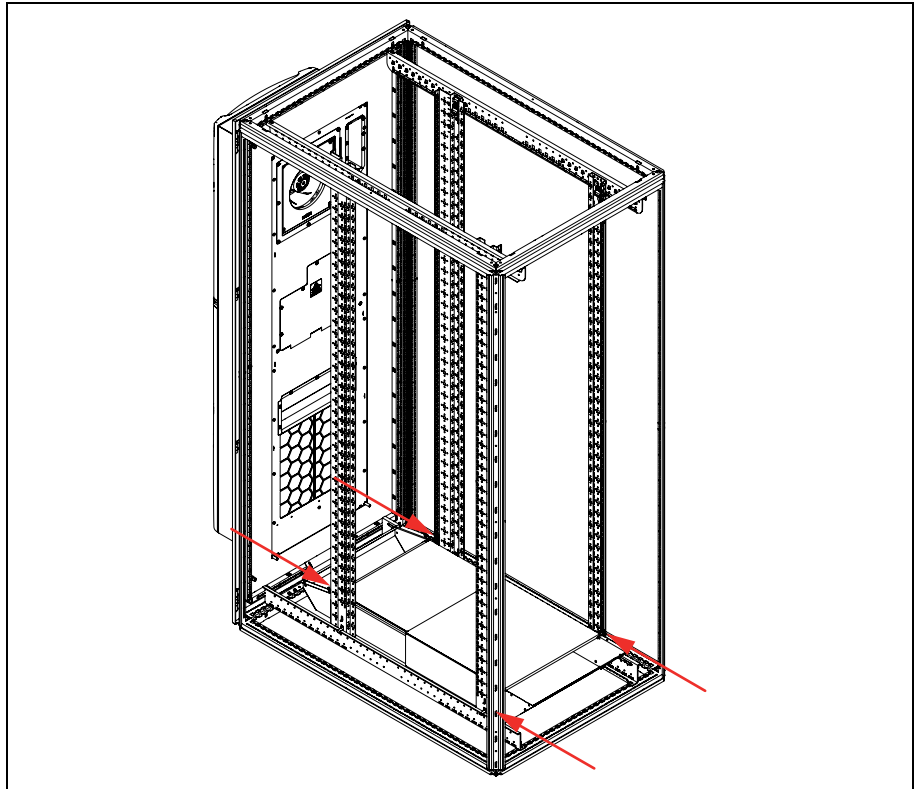

Abb. 13: Anzugspunkte der Schrauben an den Schlüsselöchern
- Ziehen Sie die zuvor nur leicht eingedrehten Schrauben nun mit einem Anzugsmoment von 3 Nm fest (Abb. 13).